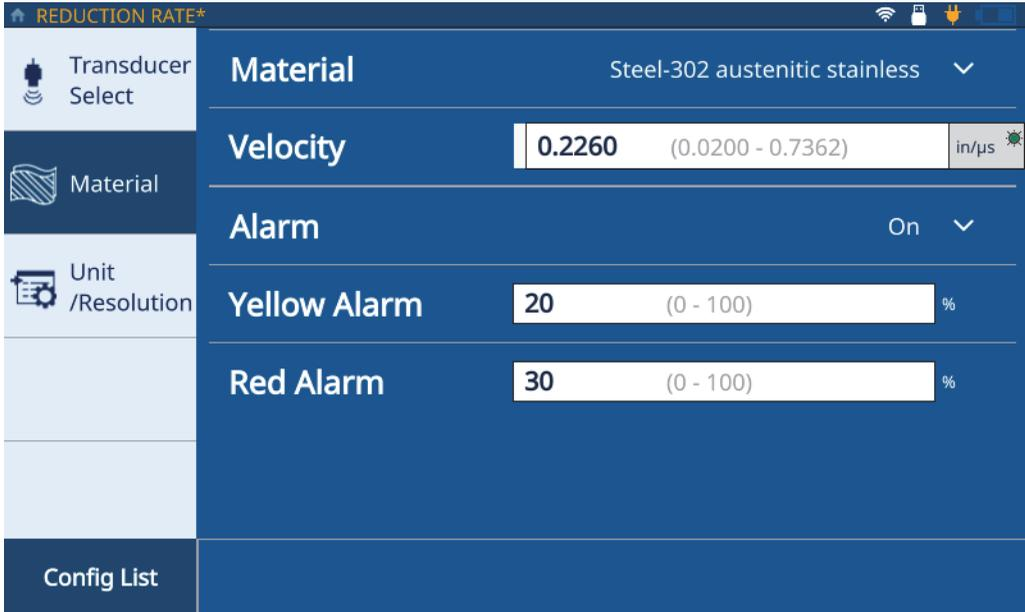

Figure 2-6 Onglet Material (Matériau) à l'écran Reduction Rate (Taux de réduction)
8. Touchez l'onglet **Material** (Matériau) [Figure 2-6 à la page 25], puis sélectionnez votre matériau dans la liste déroulante. Le mesureur met automatiquement à jour la vitesse de propagation des ondes en fonction du matériau sélectionné.